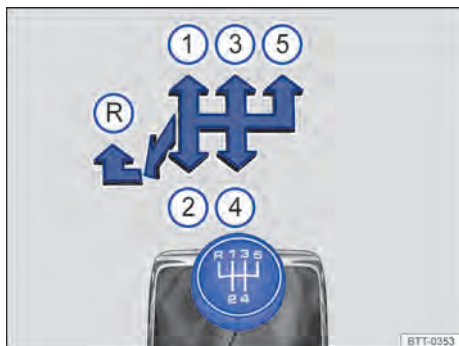

Fig. 108 Esquema de troca de marchas da transmissão manual de 5 marchas.
As posições de cada marcha estão representadas na alavanca de troca de marcha → Fig. 108.
- Empurrar a alavanca de troca de marcha totalmente para a esquerda e depois para frente até a posição da marcha a ré → Fig. 108 (R).